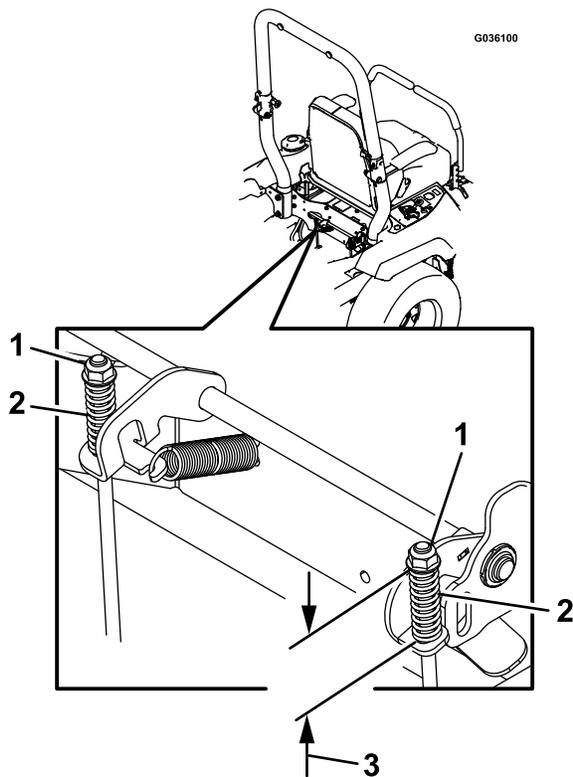

**Figura 59**
6. Si es necesario un ajuste, quite el freno de estacionamiento. Retire el pasador del eje del acoplamiento del freno (Figura 59).